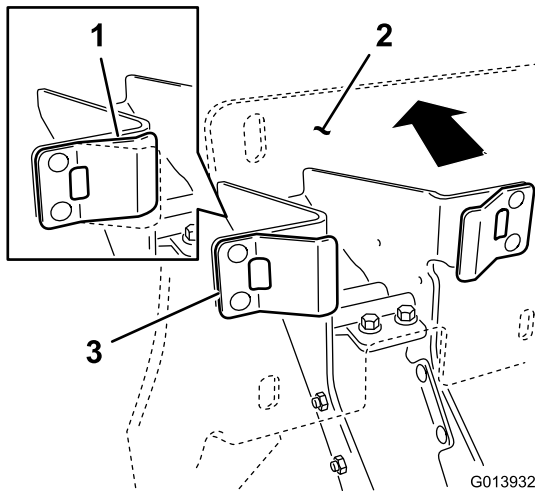

Bild 8
1. Nachdem Sie sich vergewissert haben, dass die Plastikanschläge die Federnasen berühren, üben Sie genügend Druck auf die Rückplatte der Wiege aus, um die Federnasen auf halbem Wege zusammenzudrücken (Bild 8).